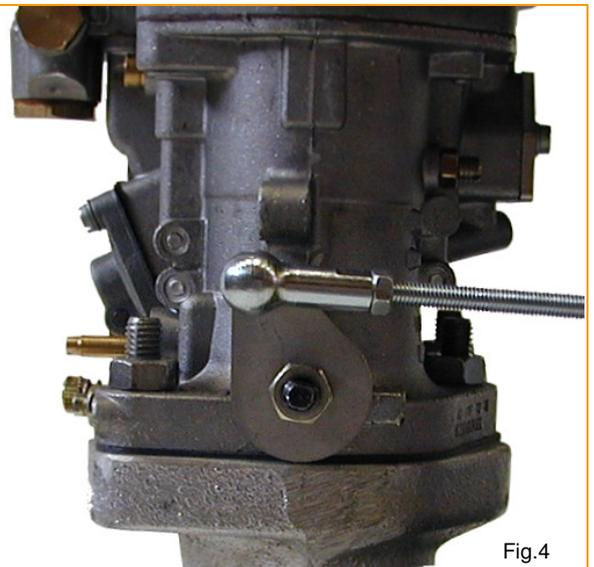

Fig.4
- Assemble the stop lever and the throttle control lever (in this order) on to the shaft of the right-hand carburetor. (Fig.4)
- Montieren Sie den Anschlaghebel und den Drosselklappenhebel (in dieser Reihenfolge) auf die Welle des rechten Vergasers. (Fig.4)